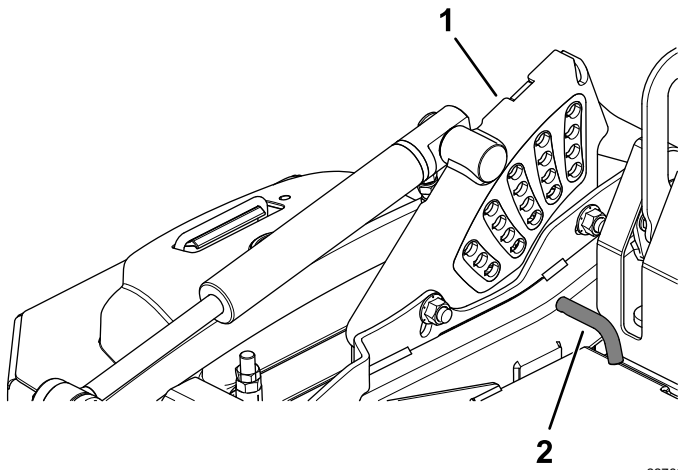

Figura 24
2. Gire el pasador de altura de corte hasta que el pasador cilíndrico que contiene quede alineado con la ranura del orificio del soporte de altura de corte, y retire el pasador (Figura 24).
3. Introduzca el pasador de altura de corte en el orificio que corresponde a la altura de corte deseada (Figura 24).
Consulte las alturas marcadas en la pegatina situada en la placa de ajuste de altura (Figura 24).